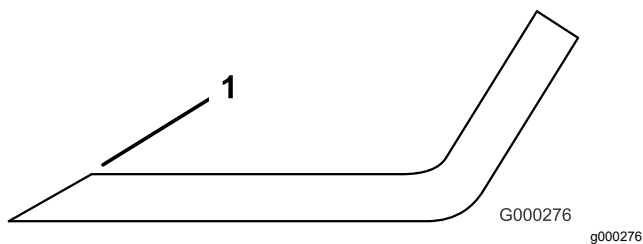

Figure 145
4. Affûtez-les s'ils sont émoussés ou ébréchés (**Figure 145**).